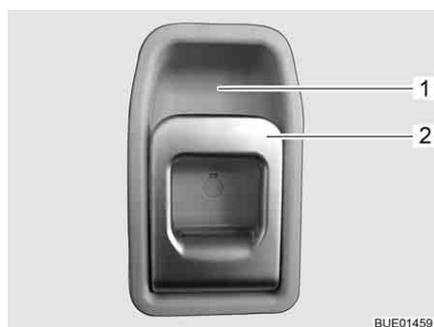

Bild 34 Türschloss Eingangstür, innen
- Am Griff (Bild 34,2) ziehen. Das Türschloss wird entriegelt.
Verriegeln: ■ Den Griff (Bild 34,2) oben in Richtung Griffschale (Bild 34,1) drücken.